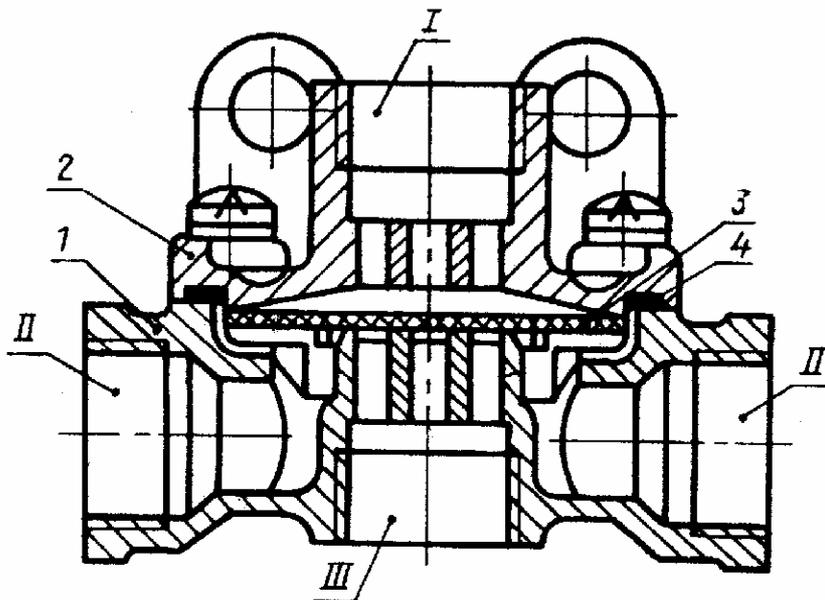

Рис. 67 Клапан быстрого оттормаживания
3. КЛАПАН БЫСТРОГО ОТТОРМАЖИВАНИЯ 100-3518110 (рис. 67)